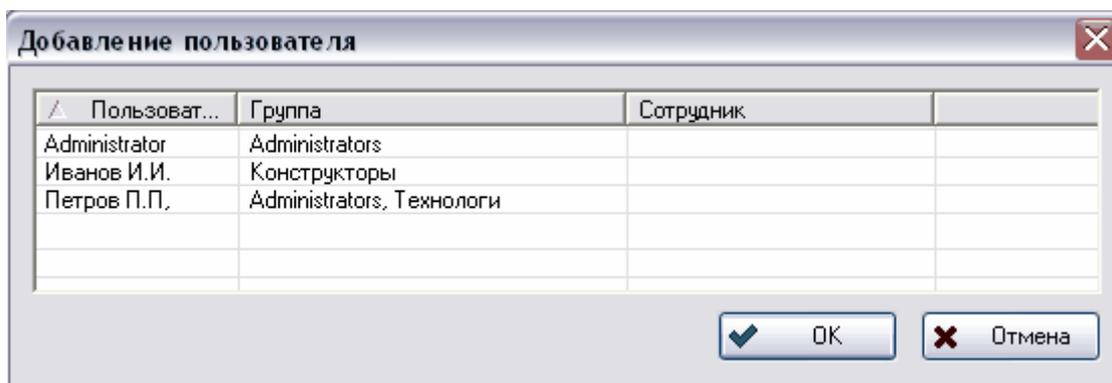

Рис. 16 Добавление пользователя в новую рабочую группу
- Для добавления в создаваемую группу уже имеющегося пользователя нажмите на кнопку , в появившемся диалоговом окне выберите пользователя и нажмите на кнопку **Ок** (Рис. 16).